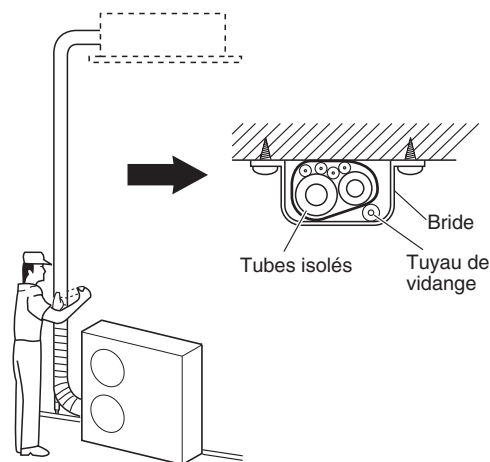

Fig. 5-9
- (1) À ce moment, les tubes de réfrigérant (et le câblage électrique si les codes locaux le permettent) doivent être guipés ensemble avec du ruban d'armature en 1 faisceau. Pour éviter que le condensat ne déborde du carter de purge, garder le tuyau de vidange séparé du tube de réfrigérant.
- (2) Enrouler le ruban d'armature du bas de l'unité extérieure jusqu'en haut de la tuyauterie où il entre dans le mur. Lors de l'enroulement du ruban, chevaucher la moitié de chaque tour de ruban précédent.
- (3) Brider le lien de tube au mur en utilisant environ 1 bride à chaque mètre. (Fig. 5-9)